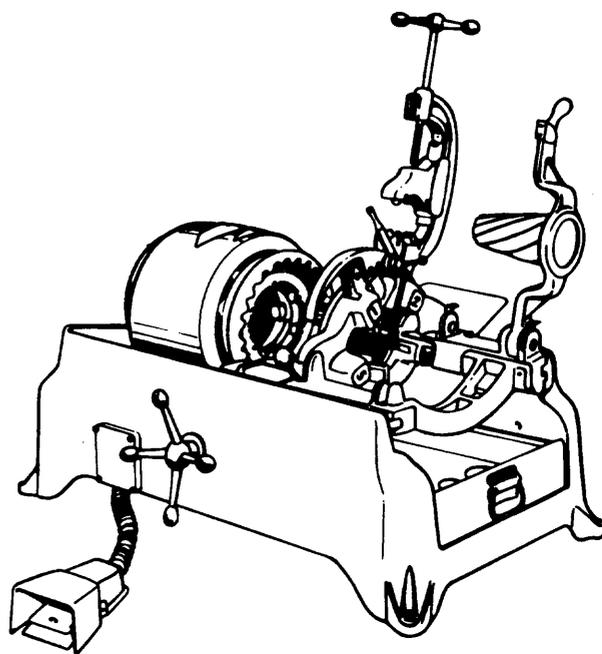

Fig. 1
*MÁQUINA DE ROSCAR No 444 (fig. 1)*